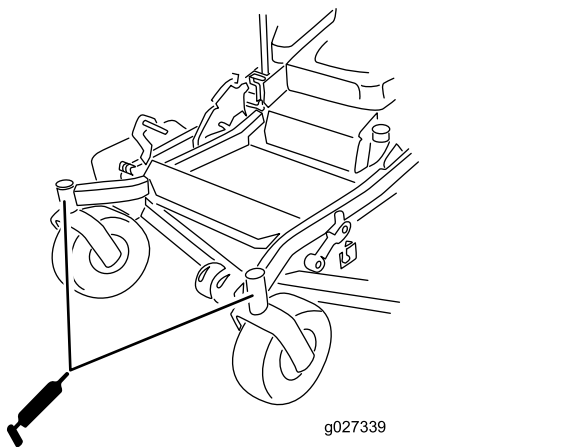

Figure 46
10. Remettez le bouchon hexagonal et le capuchon protecteur en place (Figure 46).
11. Graissez les roulements des roues pivotantes (Figure 46).